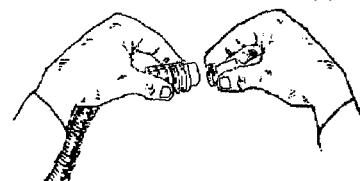

Abb.2
- ◆ Stabilisationsteil (18), geformte Dichtung (19-a) und Klemmbrücke (19-b) auf die Gewindestange stecken.
- ◆ Mit Mutter (20) fest anziehen.
- ◆ Ventil (21) auf die Gewindestange (15-b) anschrauben. Auf den richtigen Sitz der Dichtung (17) achten.
- ◆ Klammer auf dem Schlauch (12) entnehmen (Abb.2) und Schlauch auf das Ventil (21) anschließen. Auf den richtigen Sitz der Dichtung (12-a) achten.